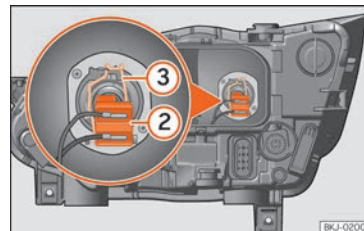

Fig. 103 En el vano motor: lámpara de luz de cruce.
- Extraiga el conector de la lámpara » » » fig. 103 (2).
- Desenganche el resorte del retentor » » » fig. 103 (3) presionándolo hacia dentro y a la derecha.